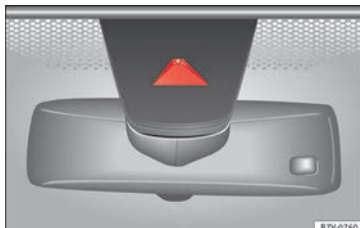

Fig. 220 En el parabrisas: área de campo visual de la cámara del sistema de aviso de salida del carril.
- **Antes de iniciar la marcha verifique que el área de campo visual de la cámara no se encuentra cubierto» fig. 220.**